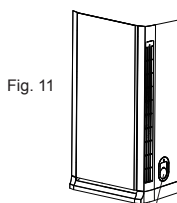

Fig. 11
2. Lors de l'installation du circuit de canalisation et du câblage sur le côté gauche et arrière, les accessoires fournis doivent être utilisés comme l'illustre la Fig.11